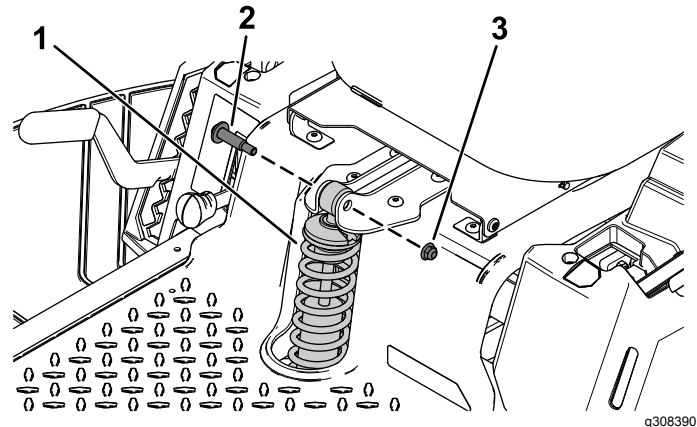

Figure 1
2. Retirez les 2 boulons à épaulement et les 2 contre-écrous (3/8") qui fixent le ressort avant existant (Figure 1).
3. Déposez le ressort avant existant (Figure 1).
Fixez le nouveau ressort à l'aide des 2 boulons à épaulement et des 2 contre-écrous (3/8") retirés précédemment, comme montré à la Figure 1.